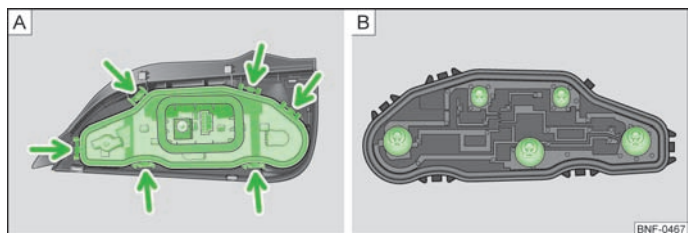

Fig. 125 Baglygte: udskiftning af pærer
- Frigør pæreholderen ved låsetapperne (pile) » Fig. 125 – [A], og tag pæreholderen ud af baglygten.
- Tryk den defekte pære ind i fatningen, drej den **mod** uret, og tag den ud » Fig. 125 – [B].